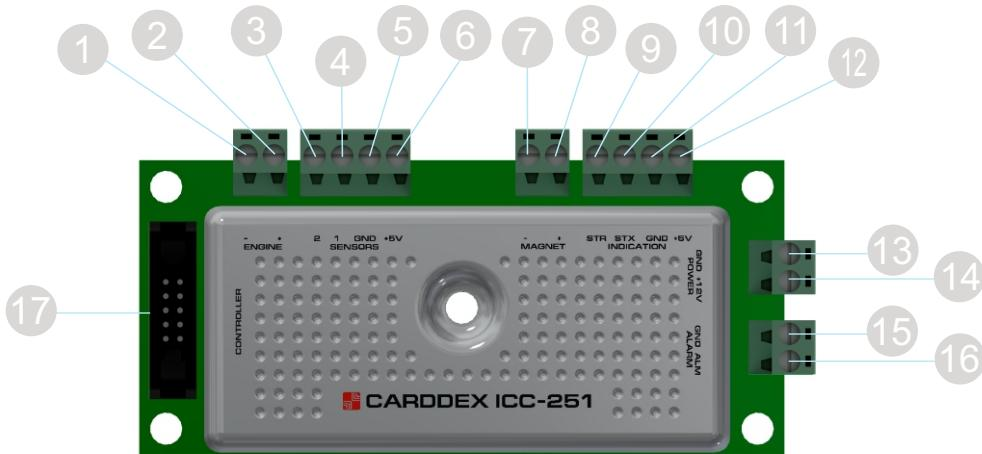

Рисунок 6 – Модуль управления «ICC-251»
- 3 Разъем «TURNSTILE». Служит для подключения модуля управления «ICC-251» (Рис. 6).
Рассмотрим разъемы, расположенные на плате модуля «ICC-251» (Рис. 6).